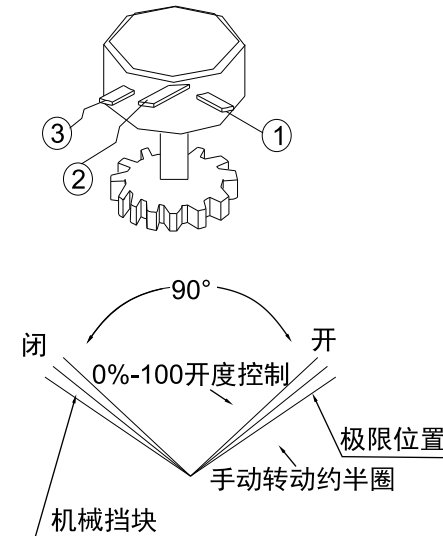

图 15
9.3 电位器的调整 (图 15) Potentiometer Adjustment